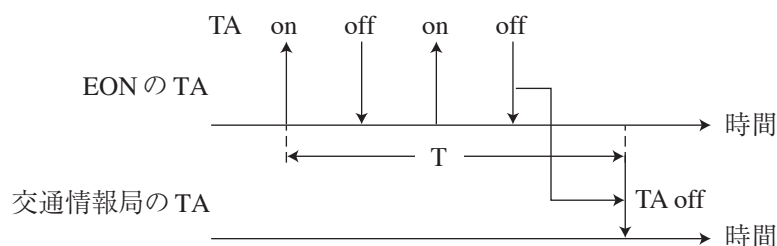

図 3-24
- 図3-24のように、ディレイタイムTを設定し、EONのTAを変化 (図ではTA on) させてから、さらにTAの状態を何度か変更しても、最初のTAの変化の処理が終わるまでは、その都度ディレイタイムの発生は起きません。また、ディレイタイム到達時点の交通情報局のTAには、直前の状態 (図ではTA off) が設定されます。